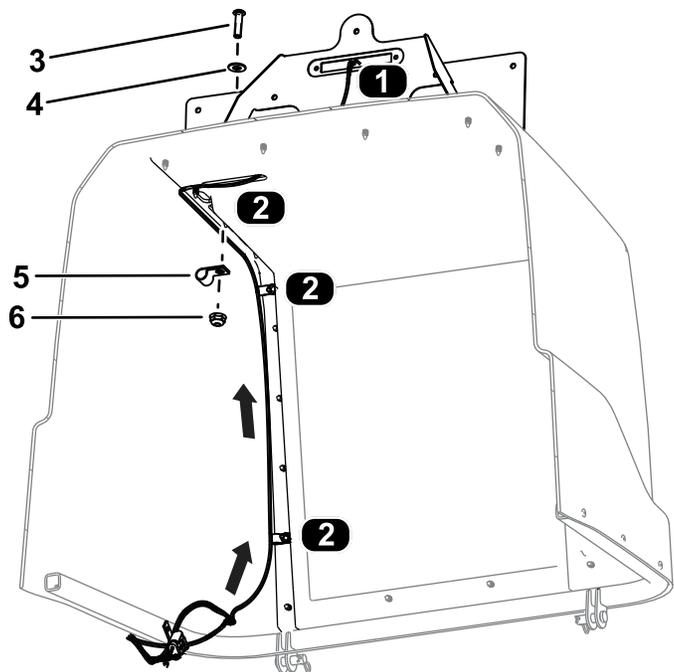

Figura 32
10. Encaminhe o conector da cablagem rotulado com LICENSE PLATE LIGHT (P14) através do capot e ligue-o à luz da matrícula (Figura 32).
11. Prenda a cablagem ao capot utilizando três parafusos de cabeça sextavada (¼ x 1 pol.), 3 anilhas chatas, 3 abraçadeiras e 3 porcas flangeadas (¼ pol.) como se mostra na Figura 32.